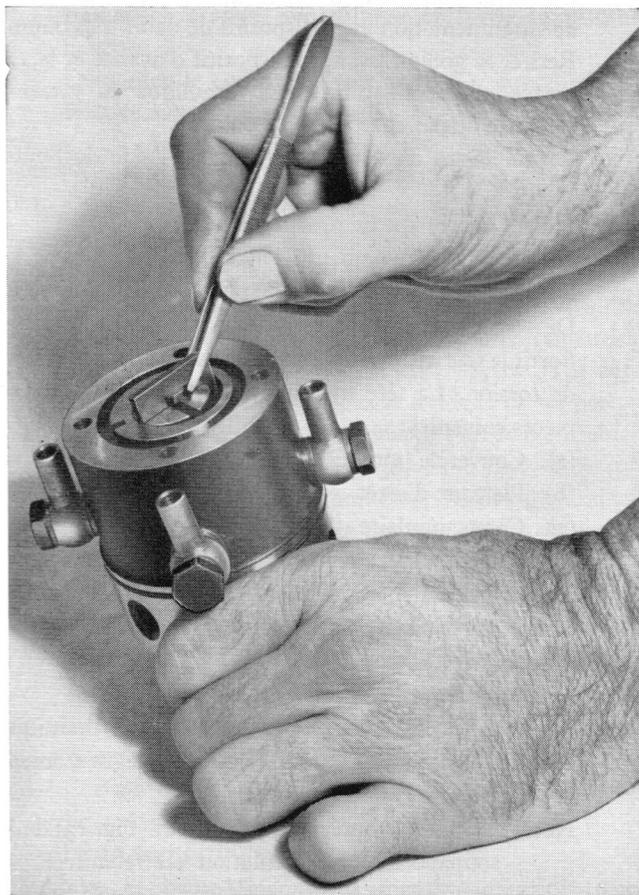

Fig. 28 Démontage des palettes de la pompe de transfert
- 12. Retirer les palettes de la pompe de transfert montées dans les rainures du rotor (Fig. 28) et retirer la bague extérieure de la pompe de transfert.